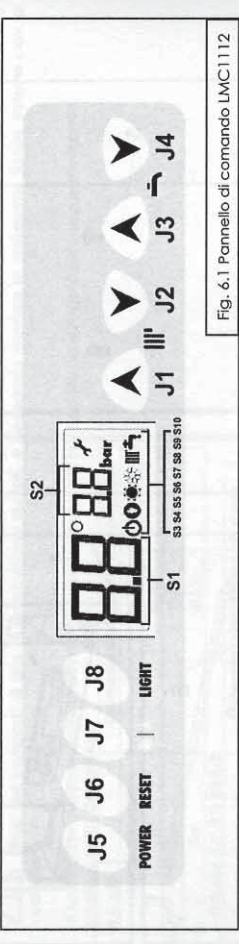

Fig. 6.1 Pannello di comando LMC1112
6.1 Il pannello di comando LMC1112 (fig.6.1) permette di visualizzare e modificare i parametri che definiscono il funzionamento della caldaia. È formato da:
Il sottomenu service può essere accessibile pulsando e mantenendo la tasto J7 (E) (fig. 6.1) seguita dai tasti J1 (CH+) o J2(CH-) sia nel modo di funzionamento che nello stato di errore: